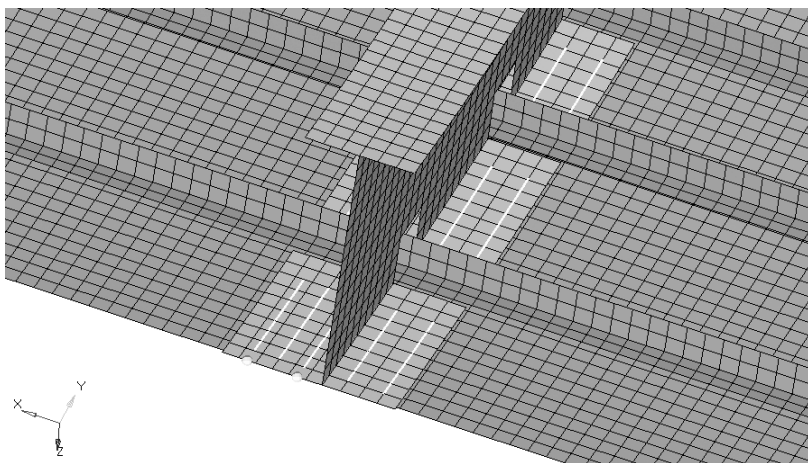

图 7-78 将一维单元移动到另一根框的榫条上
(11) 重复上面的步骤，将一维单元移动到另一根框的榫条上，如图 7-78 所示。